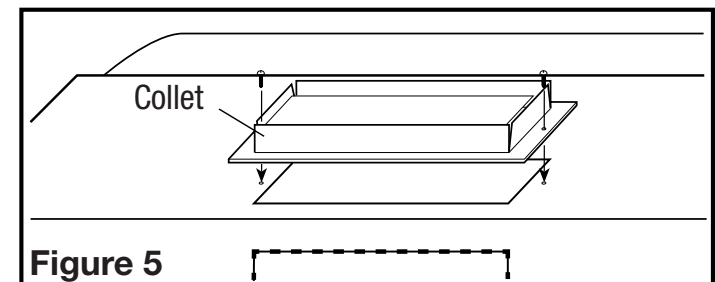

Figure 5
- Installez le collet de conduit de la hotte en plaçant le collet sur l'ouverture et la fixer avec les deux vis fournies. À l'aide de ruban adhésif approuvé, appliquez autour du col pour sceller les fuites d'air (**Figure 5**).